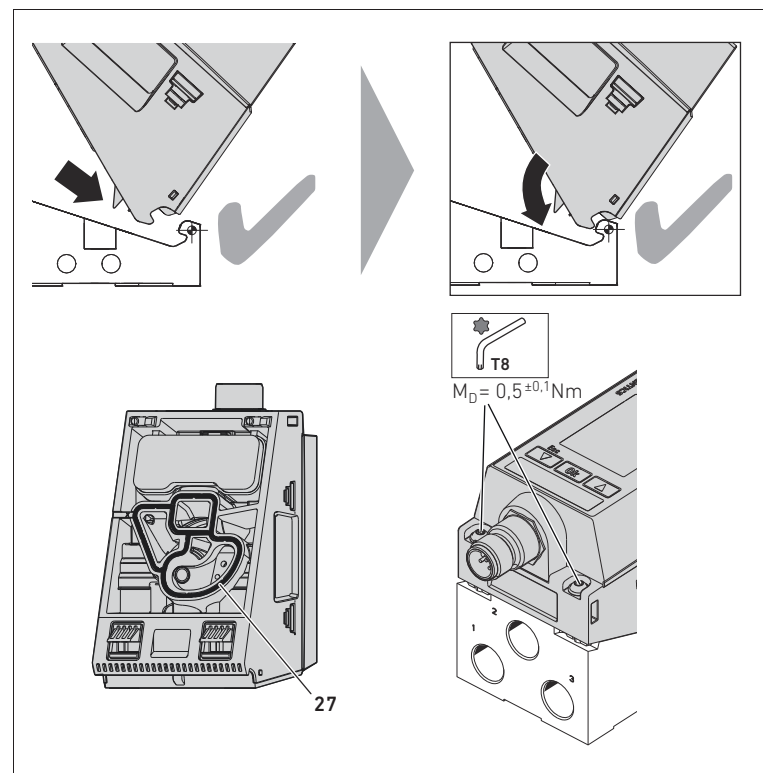

Fig 9: Montera tryckregulator EV03 på basplattan
1. Placera EV03 snett på vridaxeln (se bild 9).
2. Fäll ner EV03, så att den sitter fast i EV03-basplattan. Se till att tätningen sitter korrekt. (27) i tryckregulatorn.